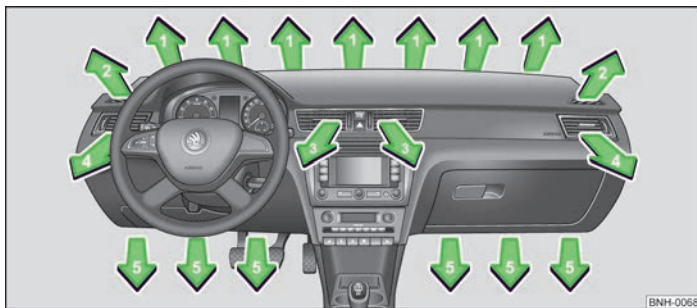
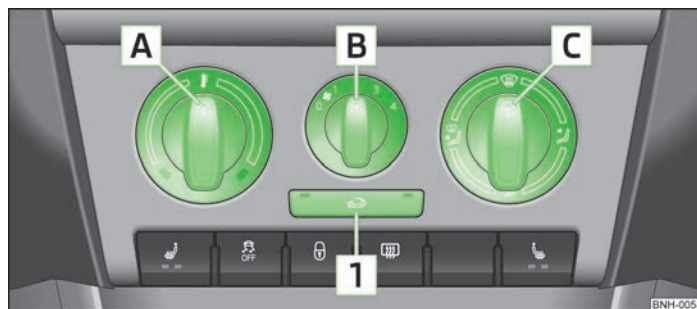

Fig. 58 Eyectores de salida de aire
Fig. 59 Calefacción: Elementos de mando
- Mover las láminas horizontales con el ajustador deslizante para cambiar la altura del flujo de aire » fig. 58.
Ajustar la salida de aire para cada difusor con el regulador de distribución de aire [C] » fig. 59 de la página 61. Los difusores de salida de aire 3 » fig. 58 y 4 se pueden cerrar y abrir por separado.
- Girar el regulador giratorio [A] » fig. 59 hacia la derecha para elevar la temperatura.
- Girar el conmutador del ventilador [B] » fig. 59 a una de las posiciones, 1 a 4, para conectar el ventilador.
- Con el regulador de distribución de aire [C] » fig. 59, se regula el sentido de salida del aire » página 61.
Todos los elementos de mando, excepto el conmutador del ventilador [B] » fig. 59, se pueden ajustar a cualquier posición intermedia.
- Elementos de mando **A** » fig. 59 de la página 61, **B**, **C** y la tecla **1**.
- Difusores de aire **4** » fig. 58 de la página 61.
- Recomendamos dejar los difusores de salida de aire en posición abierta **3** » fig. 58 de la página 61.
- Pulsar la tecla  **1** » fig. 59 de la página 61, en la tecla se encenderá el testigo.
- Pulsar de nuevo la tecla  **1** » fig. 59 de la página 61 - se apagará el testigo de control en la tecla. ■
Si el regulador distribuidor de aire **C** » fig. 59 de la página 61 se encuentra en la posición , el servicio de aire circulante se desconectará automáticamente. Pulsando repetidamente la tecla , se puede volver a conectar el servicio de aire de circulación también en esta posición. ►